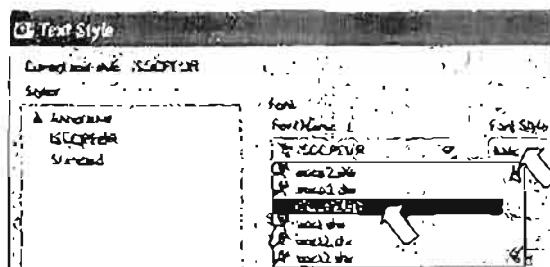

Рис. 2.21. Выбор шрифта ISOCEUR из списка шрифтов **Font Name**
- 3 Выберите из раскрывающегося списка **Font Name** (Имя шрифта) диалогового окна **Text Style** (Текстовые стили) шрифт ISOCEUR (рис. 2.21), как наиболее подходящий для надписей чертежа.
- 4 В поле **Font Style** (Стиль шрифта) выберите **Italic** – угол наклона символов текста (курсив) (см. рис. 2.21).